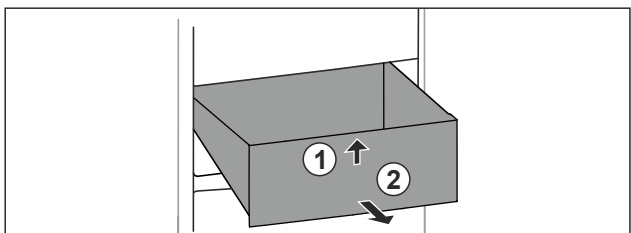

Fig. 101
- ▶ Podignite ladicu sprijeda. Fig. 101 (1)
- ▶ Izvadite ladicu prema naprijed. Fig. 101 (2)